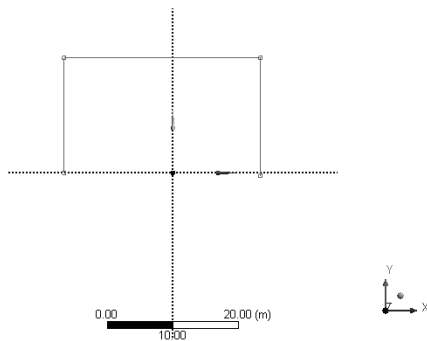

图 5-43 绘制线段
Step8：与以上操作相同，绘制如图 5-43 所示的另外几条线段。